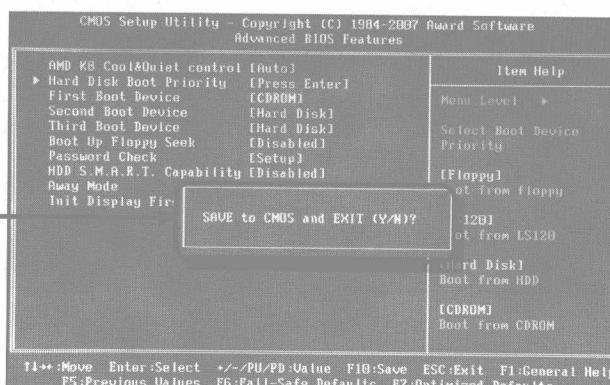

图 1-6
⑥按下【Enter】键返回【Advanced BIOS Features】设置界面，然后按下【F10】键弹出如图 1-6 所示的提示框，系统询问用户“SAVE to CMOS and EXIT (Y/N)？”，即是否保存设置并退出，此时按下【Enter】键即可保存设置并退出 BIOS 设置程序。